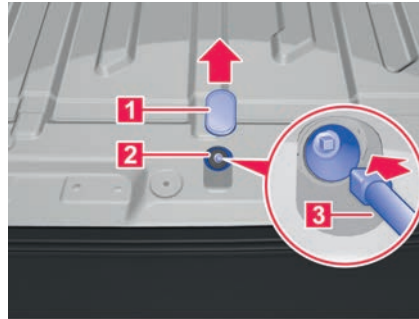

Abb. 207 Im Fahrzeugheck Kastenwagen: Reserverad über die Seilwinde herunterkurbeln.
4. Staubschutzkappe → **Abb. 207 1** von der Reserveradwinde in Pfeilrichtung abnehmen.
5. Steckschlüssel → **Abb. 207 3** auf den Vierkant → **Abb. 207 2** der Reserveradwinde stecken. Dabei muss ein leichter Widerstand überwunden werden.